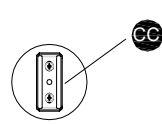

Fig. 2
- Centrez le support de fixation **CC** verticalement dans la marque faite autour de la base de l'anneau porte-serviettes **A**. Marquez l'emplacement des trous des vis de montage **AA**. Percez les trous dans le mur à l'aide d'un foret de 1/4 po (fig. 2).